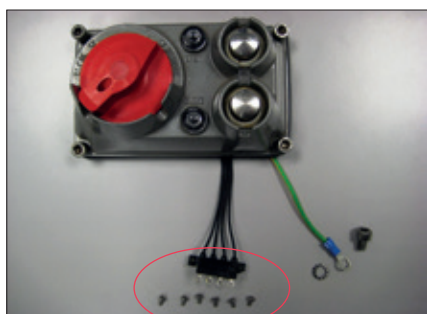
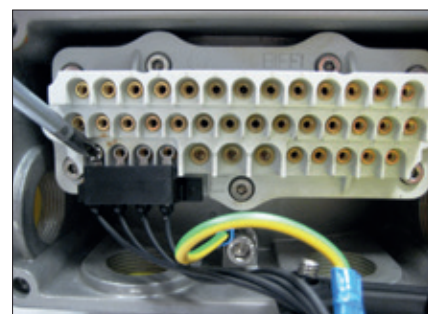

Fig. 7/7a: Posizione del connettore dell'interfaccia locale sulla morsetteria
Fig. 8: Collegamento del connettore dell'interfaccia locale
- Fissare le 4 viti del connettore nero all'interfaccia locale, e con un cacciavite, avvitarle alla morsetteria nelle posizioni 28-29-30-31 (vedi Fig. 7 e schema elettrico; Fig. 8)